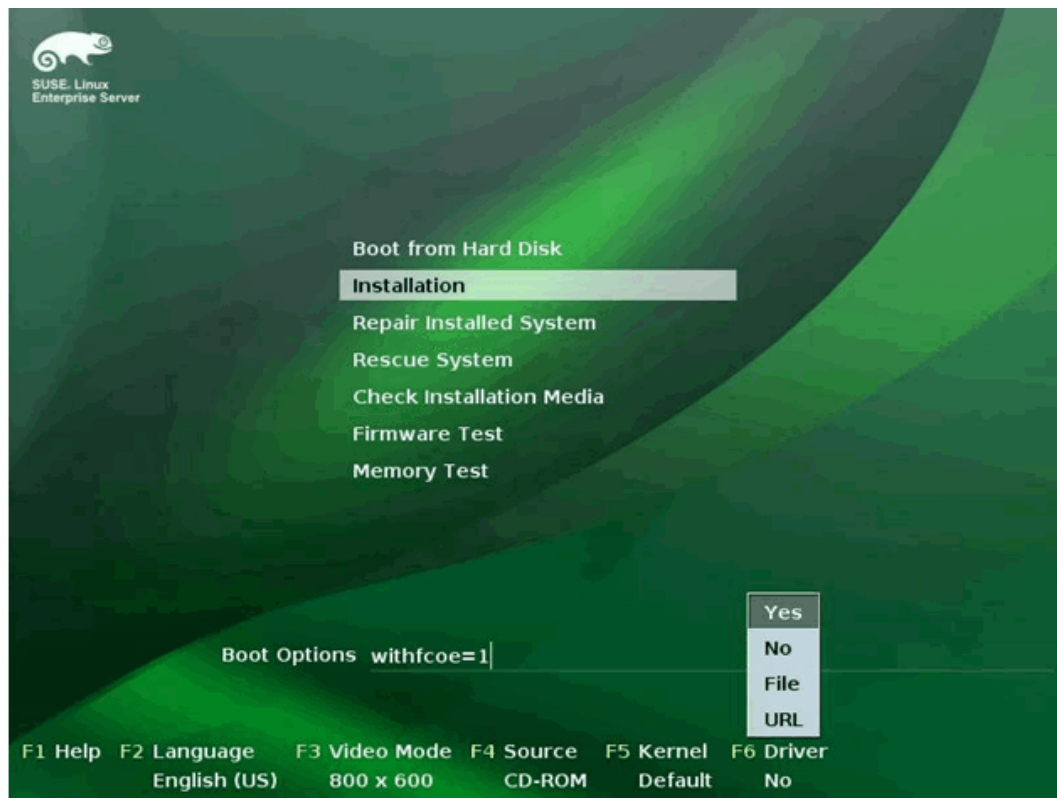

Figura 14-14. Início da instalação do SLES
- e. Clique em **Installation** (Instalação) para continuar (Figura 14-14).